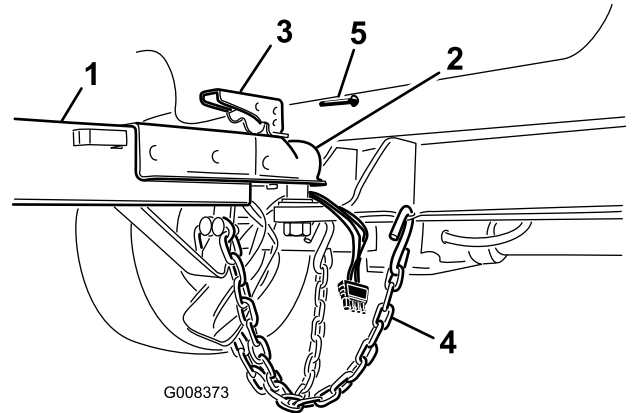

Figure 15
4. Abaissez le logement de la boule d'attelage sur la boule (Figure 15).